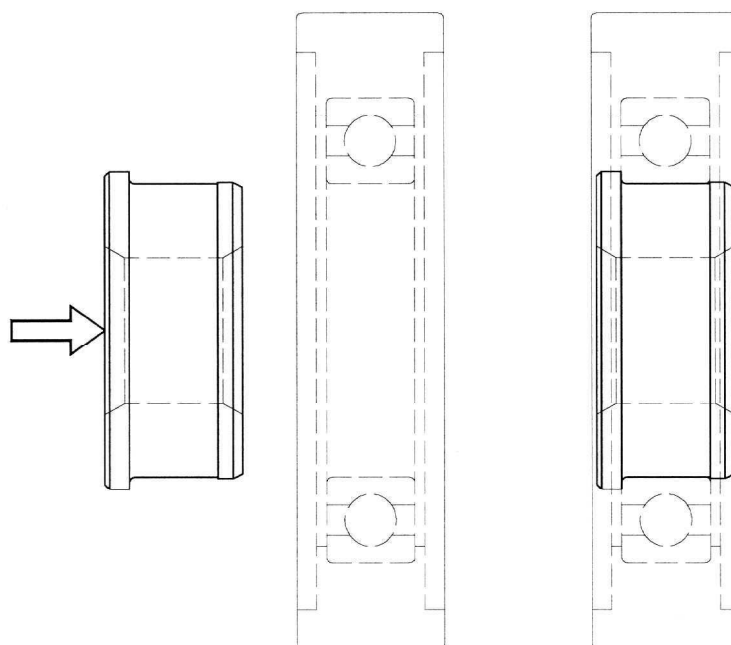

Fig. 15.3 – Insertion des bagues de guidage.
- | Insérer la nouvelle bague de guidage **(fig. 15.3)** dans chaque élément de guidage.